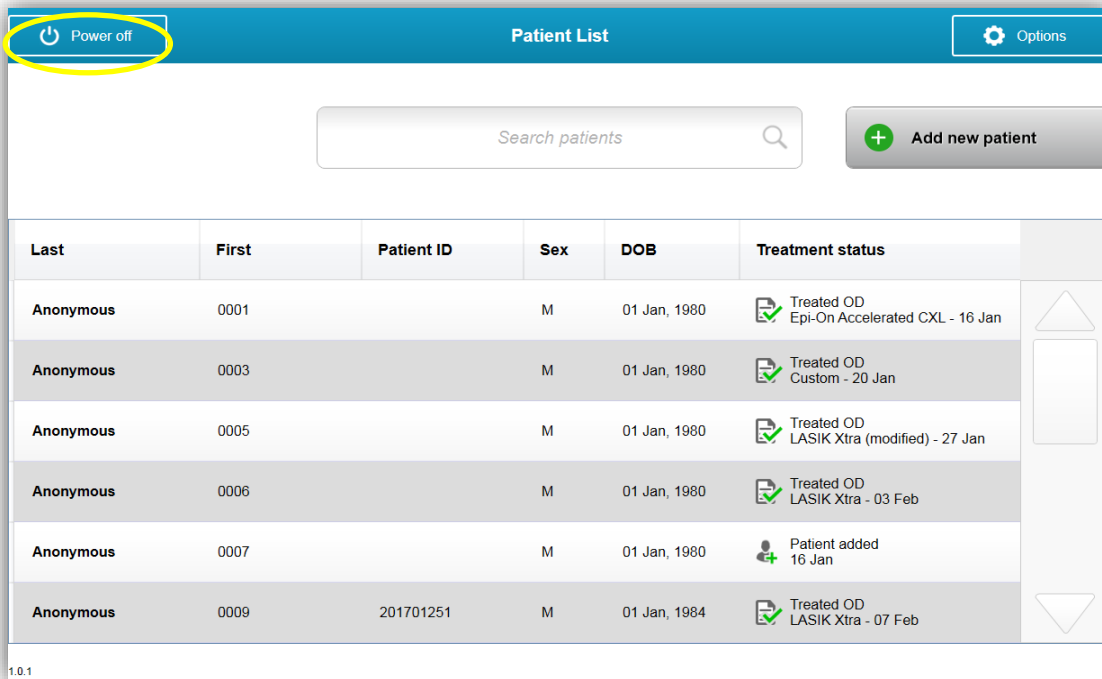

Figura 3-48. Selezione di “Power Off” (Spegnimento)
- Selezionare “Power Off” (Spegnimento) nella schermata Patient List (Elenco pazienti), come mostrato nella Figura 3-48.